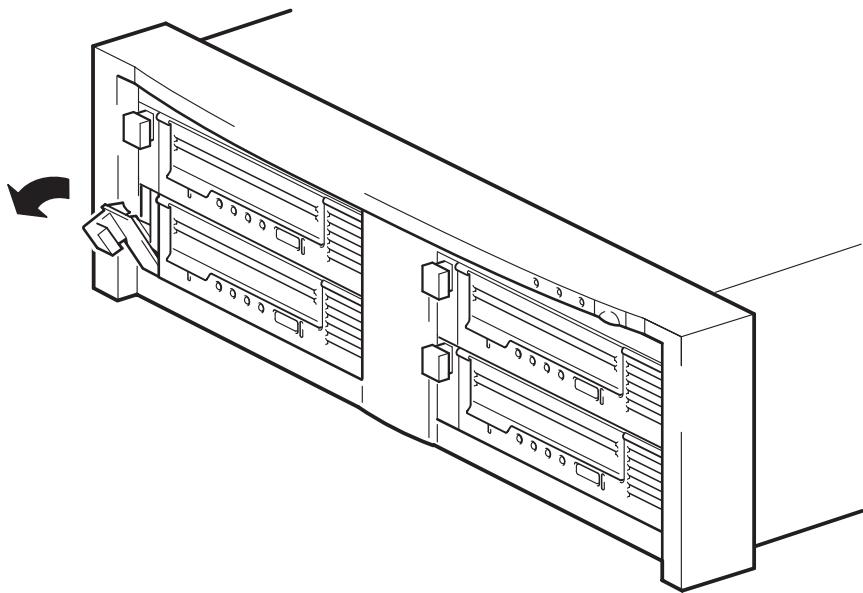

Figura 9a: cómo sacar la palanca de extracción
- 1 Tire de la palanca de extracción de la unidad que desee sustituir de modo que se encuentre en la posición hacia fuera. (Véase la figura 9a.)